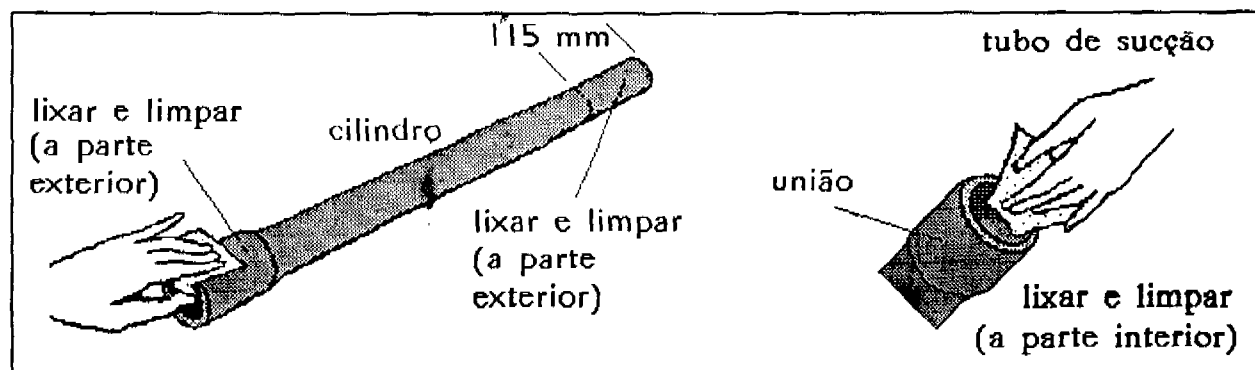

Figura 2
5. Lixe e limpe as extremidades de fora do cilindro. Lixe e limpe a parte interior da união do tubo de sucção (que ficará abaixo do cilindro). Veja figura 2.